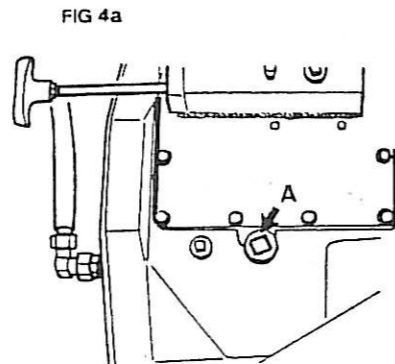

FIG 4a
1. Le carter de la boîte de vitesses soit rempli jusqu'au trait de jauge (A) (capacité 12 l). (B) est le bouchon de vidange. Fig. 4a et 4b.
1. The lever change gearbox filled to the dipstick mark (A) (12 l) – (B) is the draining-plug. See fig. 4a and 4b.